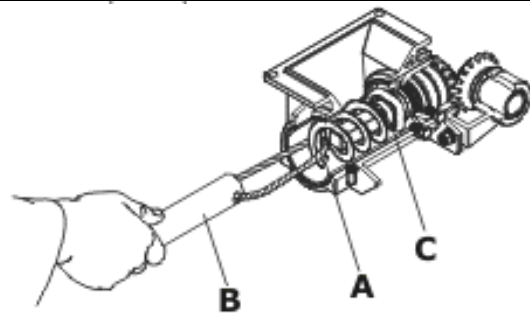

Figura 49
- Puxe o cordão do tubo fixador “B” e retire a rosca sem fim “A”, retire também o anel trava “C” (Figura 49).